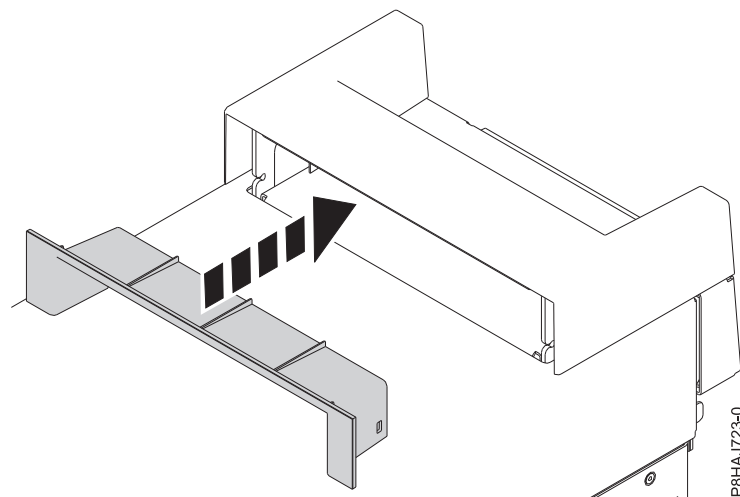

Figura 141. Inserció de la peça de la tapa de nansa en un sistema autònom 8286-41A
2. Inseriu la peça de la tapa de nansa empenyent-la amb força a la tapa de nansa, tal com es mostra a la Figura 141.